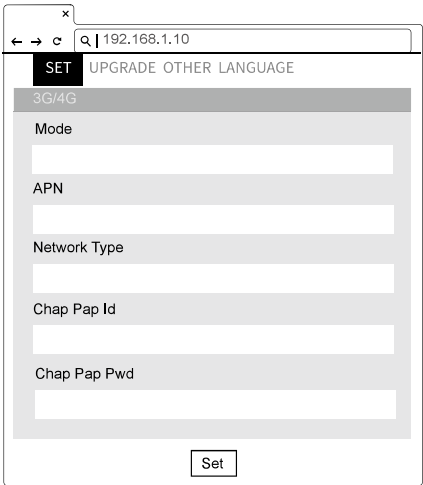

Figura 39. Informații Network
5) Completați informațiile APN, Chap Pap Id și Chap Pap Pwd. A se vedea Figura 39.